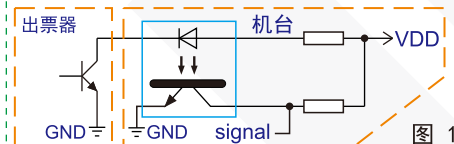

图 1
- 1、出票器输出信号的电路为三极管集电极或者MOS管漏极开路输出方式，建议用户设计接口电路时使用光耦接收讯号(如图1)；